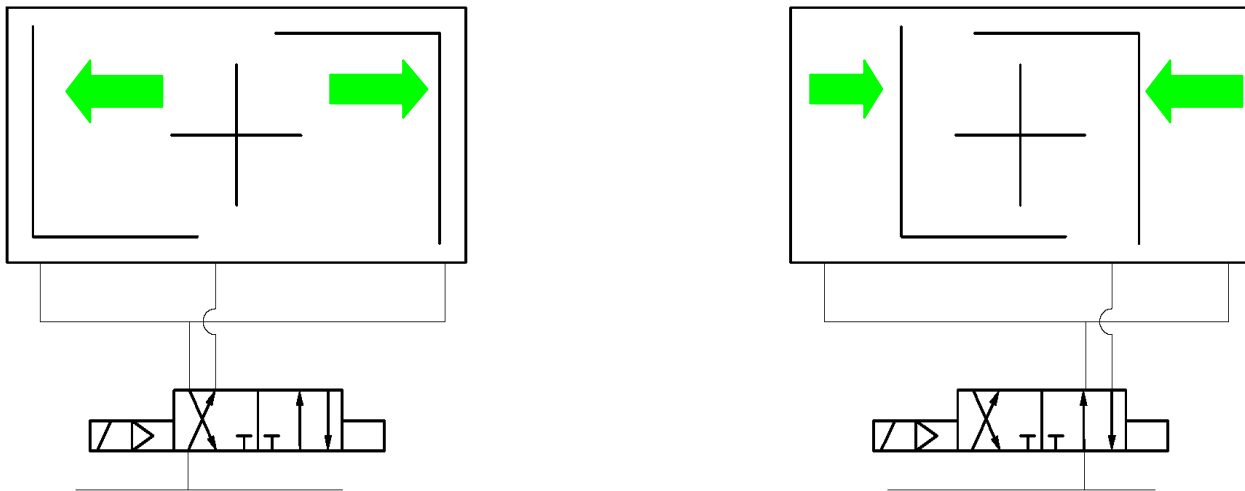

Bild 1: Schaltbilder für doppelwirkende Antriebe EBx.1 SYD
- ▶ doppeltwirkende Antriebe EBx DA sind in Bild 1